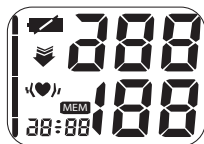

Fig. 2
4. Pulse el botón de encendido **START** para encender la unidad, que ejecutará una prueba automática, Fig. 2.